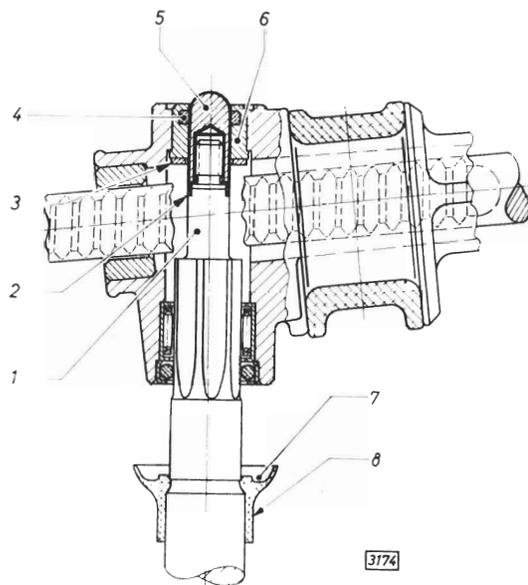

Bild 50 - Ritzel-Montagehülse auf Ritzelzapfen aufgesteckt
5. Vor dem Einführen des Ritzels in das Lenkgehäuse ist der Hohlraum (50/7) zwischen den Lippen der Gummi-Schutzkappe (50/8) mit Abschmierfett M 47 zu füllen. Auf richtigen Sitz der Schutzkappe auf dem Ritzel-schaft achten (Bild 50).